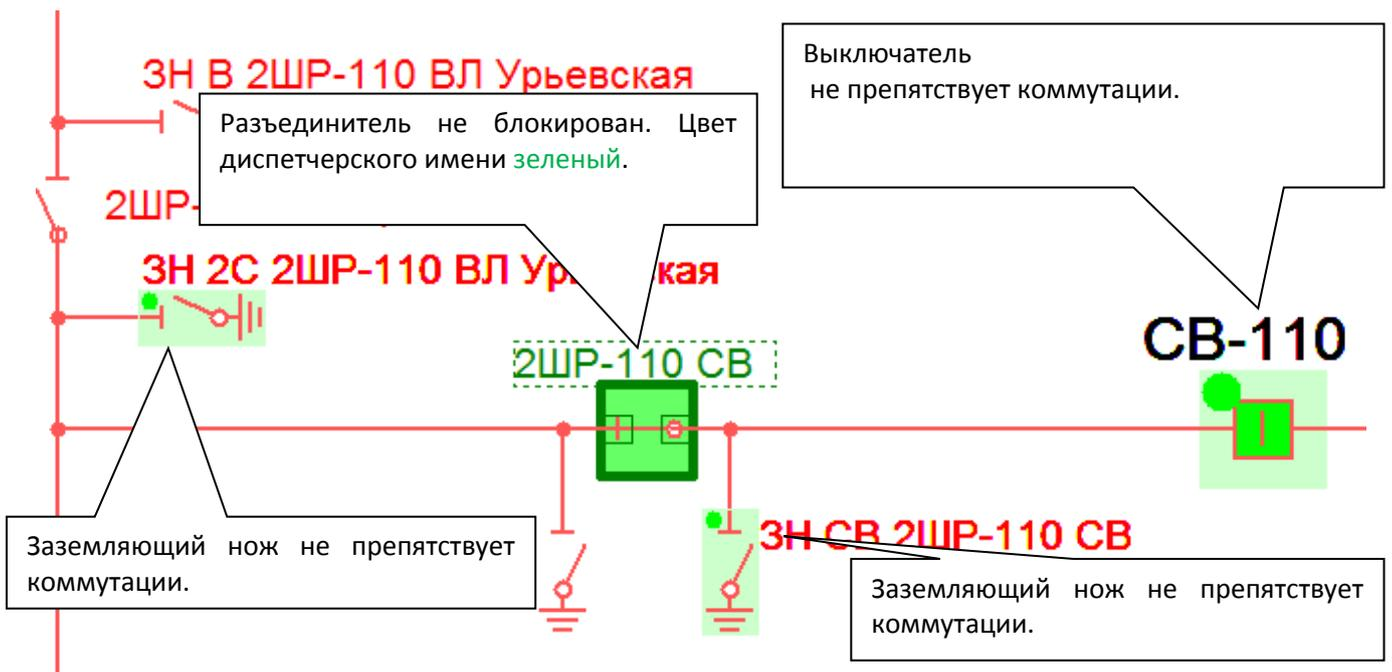

Рис. 4.3. Пример визуализации блокировки разъединителя – разъединитель не блокирован.
- Подсветкой композитным стилем выбранного элемента (смотрите Рисунок 4.2 и Рисунок 4.3).